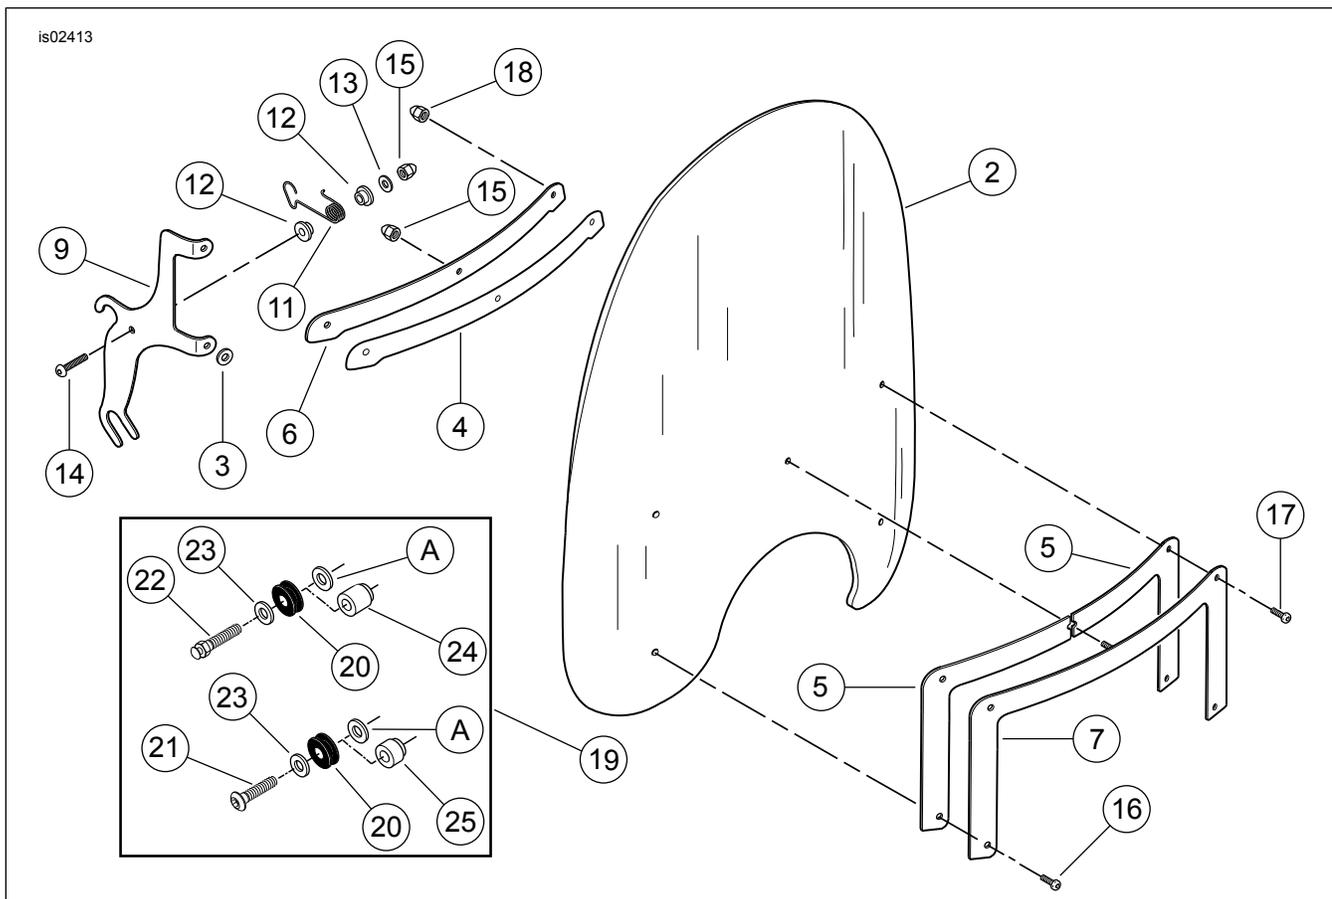

Figura 4. Parti di ricambio: Parabrezza rimovibile
Vedere Figura 4 e Tabella 2.
2. Vedere la Figura 4. Selezionare una vite cromata con testa a fungo (22) dal kit. Posizionare una rondella piatta (23) sulle filettature della vite, seguita da una boccola (20) e dalla rondella piatta (A) conservata come indicato al punto 1.
4. Rimuovere la vite inferiore e la rondella. Si può eliminare la vite ma la rondella va conservata. Selezionare una vite cromata a testa bombata (21) dal kit. Posizionare una rondella piatta (23) sulle filettature della vite, seguita da una boccola (20) e dalla rondella piatta (A) precedentemente messa da parte.